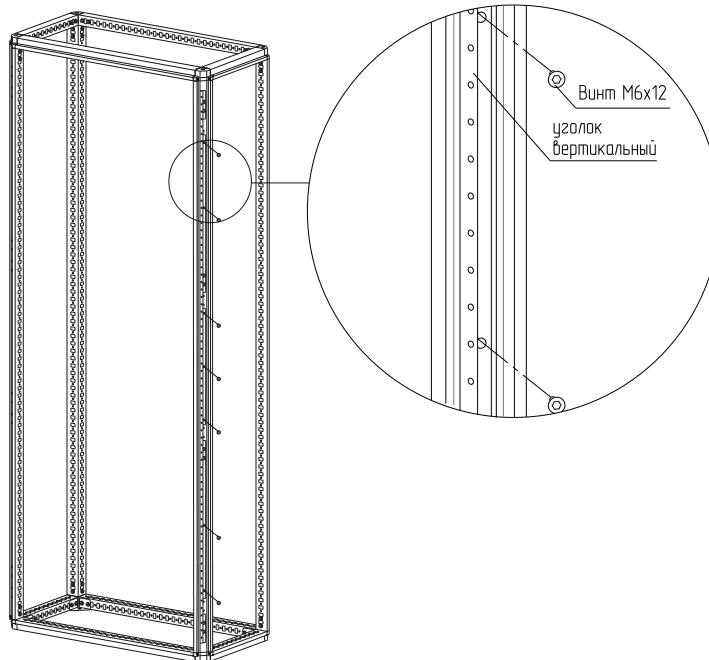

Рисунок 51
4.26.3 Закрепите уголок дополнительными винтами M6x12 в просверленные отверстия (рисунок 51), момент затяжки – 7 Н·м.